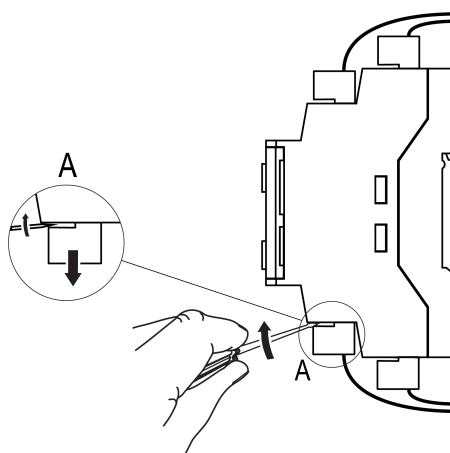

Рисунок 4.3 – Отсоединение съемных частей клемм
2. Отделить от прибора съемные части каждой из клемм вместе с подключенными внешними линиями связи с помощью отвертки или другого подходящего инструмента (см. рисунок 4.3).